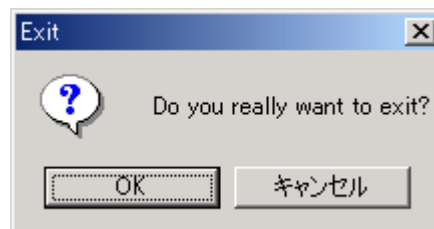

図 6-22 終了ウインドウ
- 2) 次に、KD30 の、[File] - [Exit]メニューを選択します。Exit メニューを選択すると、図 6-22 が開きますので、「OK」ボタンをクリックしてください。「キャンセル」ボタンをクリックすると KD30 は終了しません。